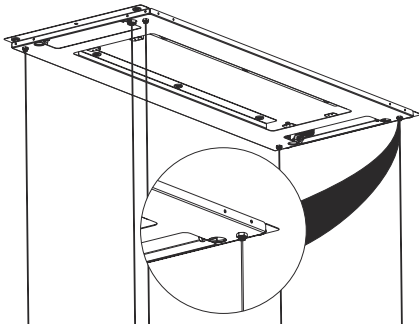
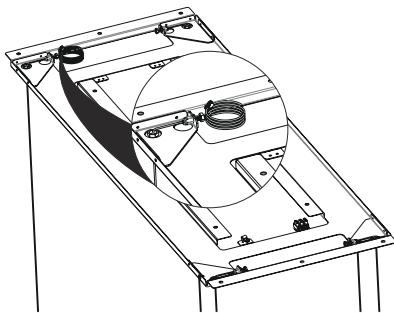

Abb. 16
Abb. 17
- Muttern an der Deckenmontageplatte (Abb. 16) und Schrauben an den Sicherungen der Seile (Abb. 17) kontrollieren und gegebenenfalls festziehen.